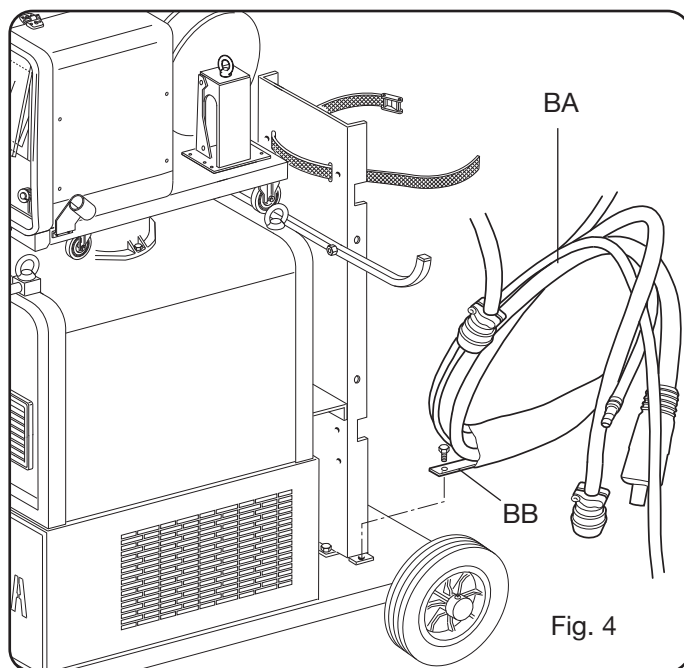

Fig. 4
- Fixar a extremidade da conexão BA, com a lingueta BB no fundo da máquina, como ilustrado na Fig. 4.